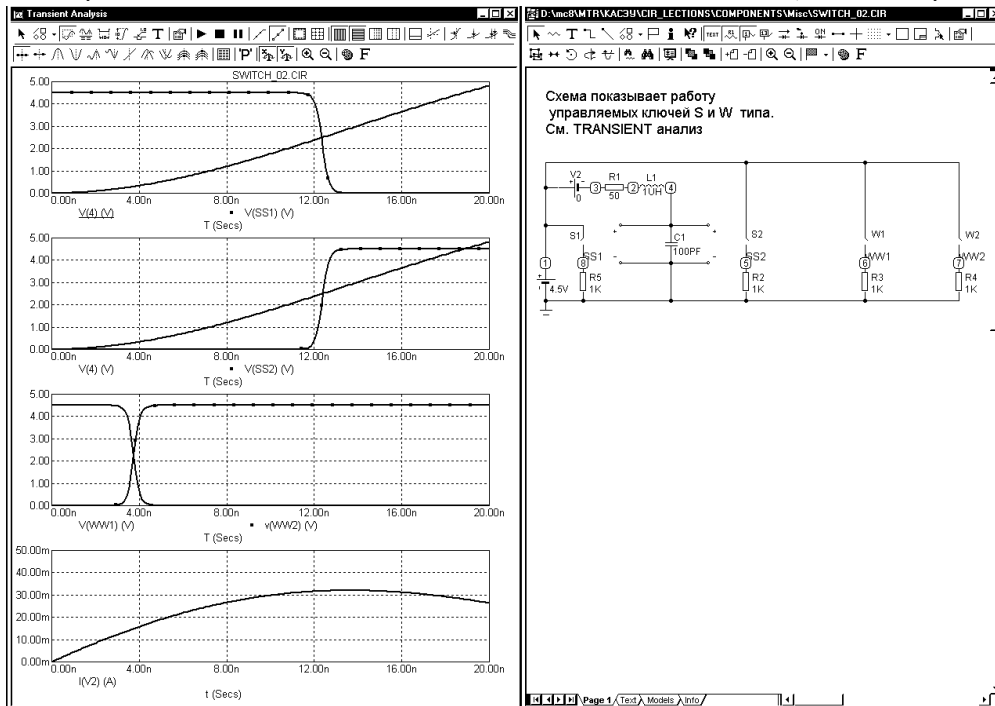

Рис. 3.20. Моделирование ключей, управляемых током и напряжением
Примеры моделирования ключей, управляемых напряжением (S) и током (W) приведены в схемном файле SWITCH\_02 из каталога COMPONENTSMISC (см. также рис. 3.20).